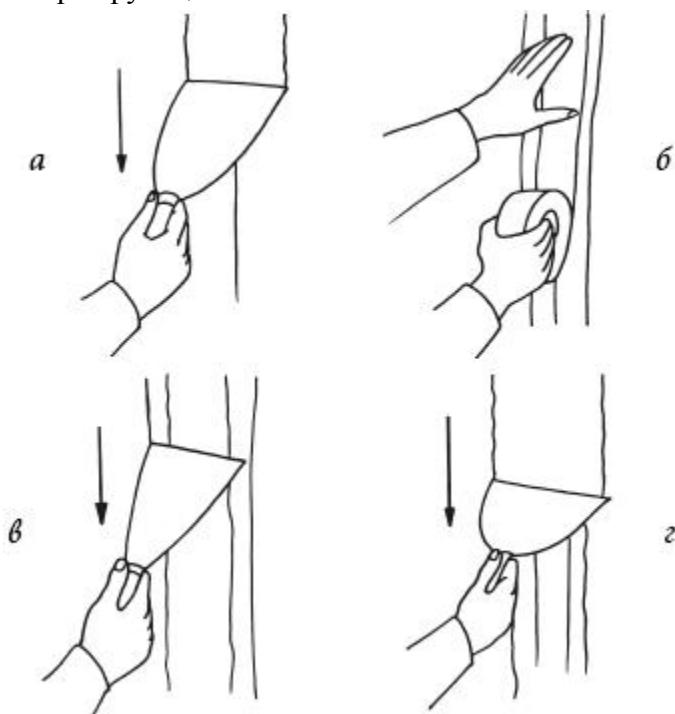

Рис. 19. Заделка швов между панелями
4. На стену наносят клей: если стена ровная – с помощью зубчатого шпателя сплошным слоем; если стена неровная – клей наносят на лист и на стену зубчатым шпателем так, чтобы полоски на стене были направлены перпендикулярно полоскам на листе утеплителя. При использовании термопанелей клей необходимо наносить только на изнаночную сторону панели, стены смазывают kleem, если они очень неровные. Плиту утеплителя плотно прижимают к стене по всей площади и после полного высыхания клея фиксируют пластмассовыми дюбелями. Шляпки крепежей должны быть утоплены в плиту утеплителя на 1 – 2 мм. Некоторые виды утеплителя (например, термопанели) не требуют дополнительного закрепления на дюбели. Вертикальность расположения плит проверяют с помощью отвеса и горизонтального уровня. При сильном перепаде неровностей стены клей наносят более толстым слоем там, где больше западание стены от вертикали. Во время приклеивания плиты ее вертикальность обеспечивают различной степенью прижатия к основанию в разных участках утеплителя. Швы между панелями необходимо устраивать с перевязкой, не допуская примыкания друг к другу четырех углов разных листов утеплителя. Все швы заделывают армирующей шпаклевкой и армирующей лентой (рис. 19).